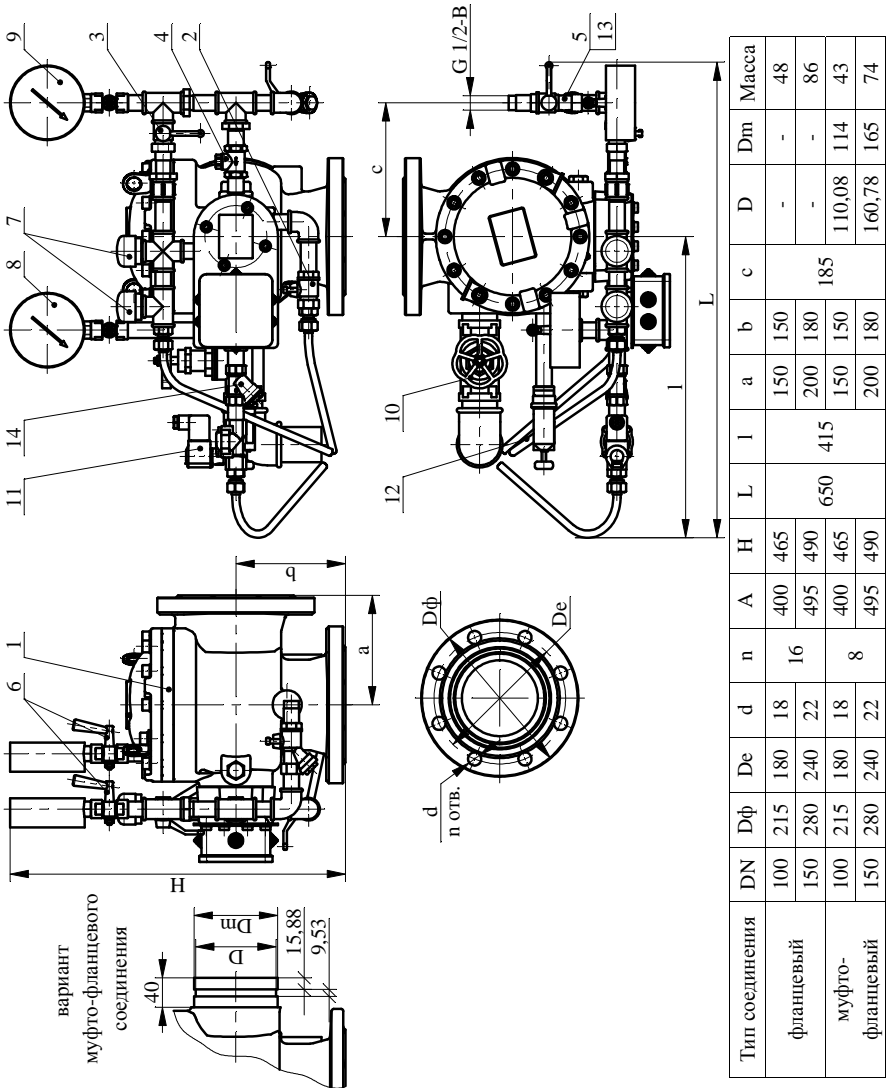

Рис. 1
5.2 Сборку УУ проводить с уплотнением по резьбе, согласно рис. 1:
6.7 Разборку комплектующих элементов (рис. 1) выполнять в соответствии с сопроводительной документацией на комплектующие: